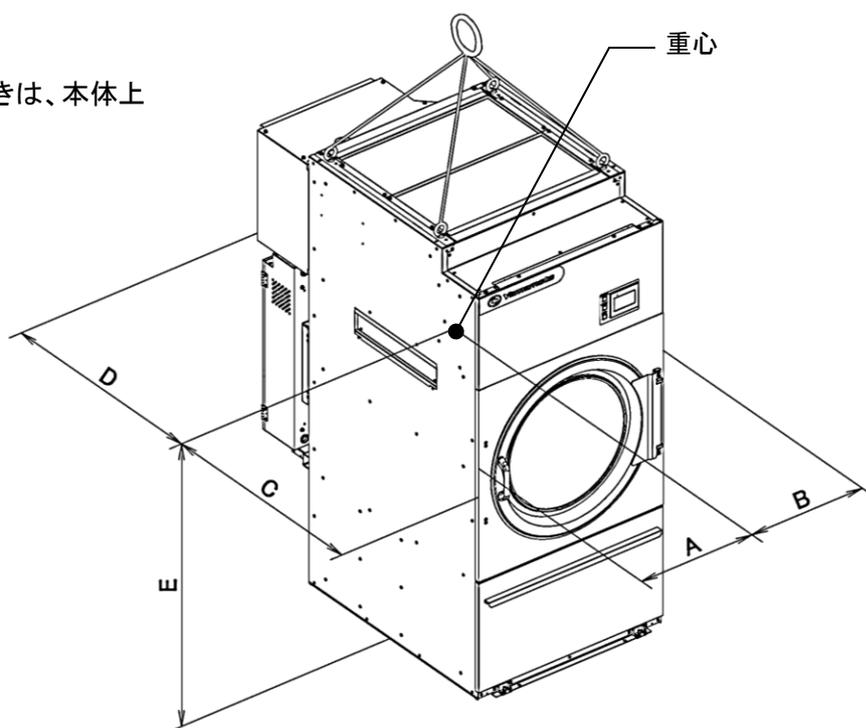

図 3-1
3) クレーン等で機械を吊り上げるときは、本体上部（図 3-1）の4ヶ所に必ずフックを掛けて吊り上げます。
4) 重量と重心（図 3-1）